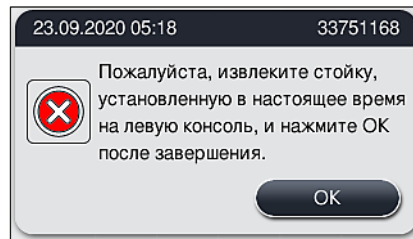

Рис. 129
5. Подтвердите нажатием **OK** (→ "Рис. 129").